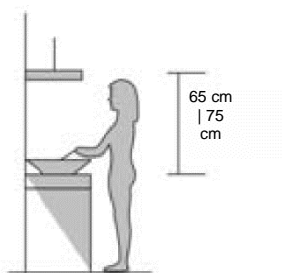

FIG. 1
2. Os exaustores devem ser colocados a uma distância de 65-75 cm da superfície para cozinhar para obter um melhor resultado. Ver Fig. 1